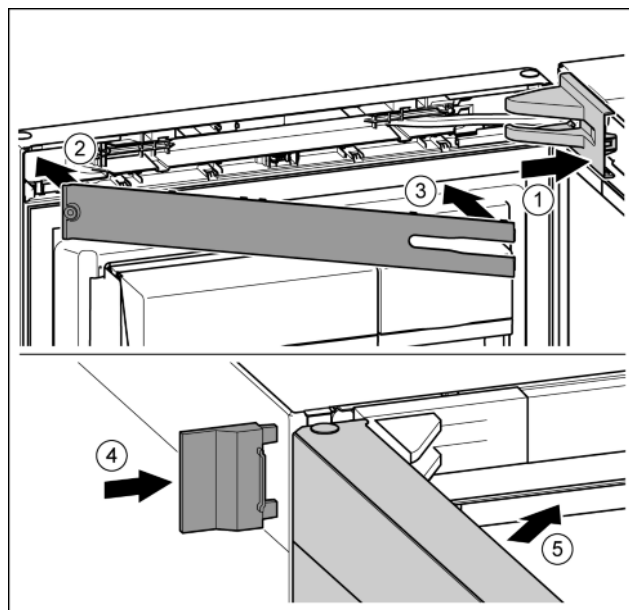

Fig. 24
- ▶ Nasadte a zaklapněte kryt stojanu ložiska, příp. opatrně přitlačte od sebe. Fig. 24 (1)
- ▶ Nasadte záslepku. Fig. 24 (2)
- ▶ Záslepku sklopte a zaklapněte. Fig. 24 (3)
- ▶ Vnější kryt nasuňte. Fig. 24 (4)
- ▶ Zavřete horní dveře. Fig. 24 (5)